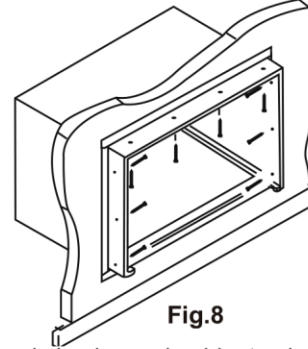

Fig. 8
5. Atornille o clave el marco de madera del gabinete usando laminillas si el marco tiene un mayor tamaño, para eliminar la distorsión. Ver Fig. 8. Recuerde mantener la inclinación adecuada descrita en el paso 3.